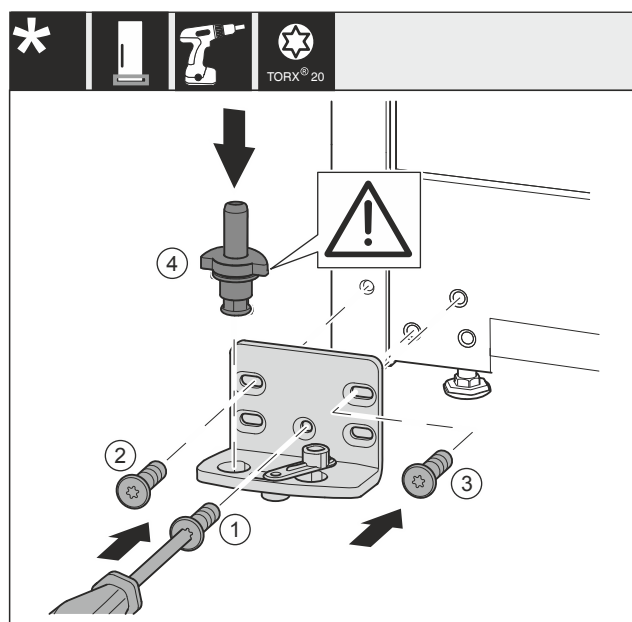

Fig. 38 *
- Nasadte stojan ložiska na druhé straně a přišroubujte pomocí šroubováku. Začněte Fig. 38 (1) dole uprostřed.*
- Pevně utáhněte šroub Fig. 38 (2) a Fig. 38 (3).*
- Zcela vložte ložiskový čep Fig. 38 (4). Přitom dávejte pozor, aby zajišťovací vačka směřovala dozadu.*